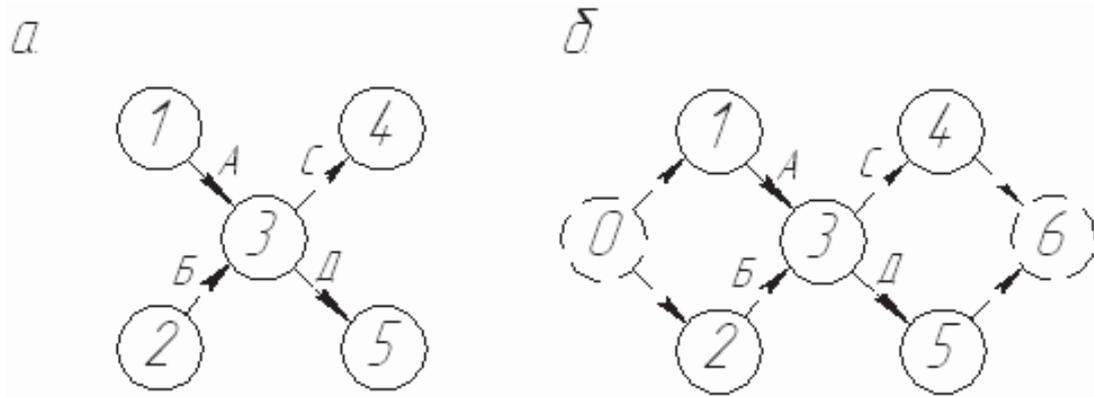

Рисунок 4.5 - Пример ввода в сеть фиктивных событий и работ
5. В сети рекомендуется иметь одно исходное и одно завершающее событие. Если это не так (рисунок 4.5,а), то добиться желаемого можно путем введения фиктивных событий и работ (рисунок 4.5,б).